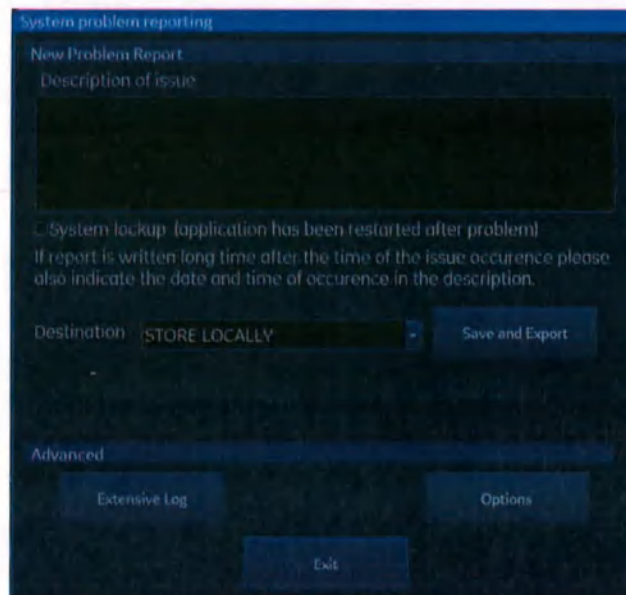
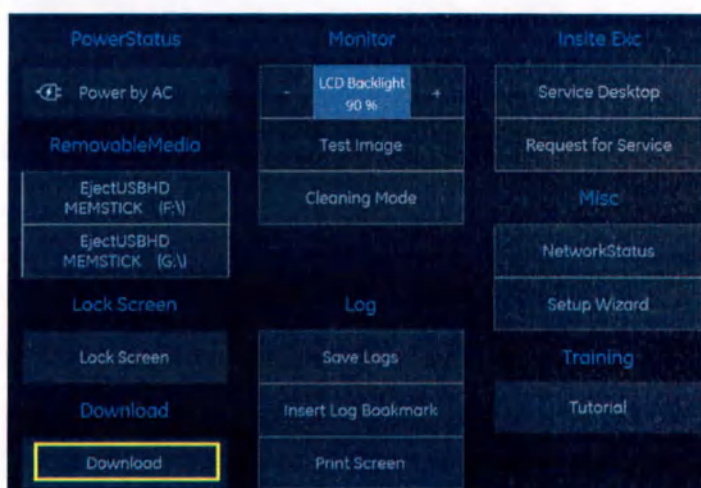

Рис. 14-9. Диалоговое окно описания проблемы
Рис. 14-10. Нажатие кнопки загрузки
Отобразится *диалоговое окно описания проблемы* (см. Рис. 14-9)
3. Нажмите кнопку **Загрузить** в меню области уведомлений (Рисунок 14-9) или перейдите в меню **Конфигурация > вкладка «О приложении»**, а затем нажмите кнопку «Проверка обновлений» (Рисунок 14-10).